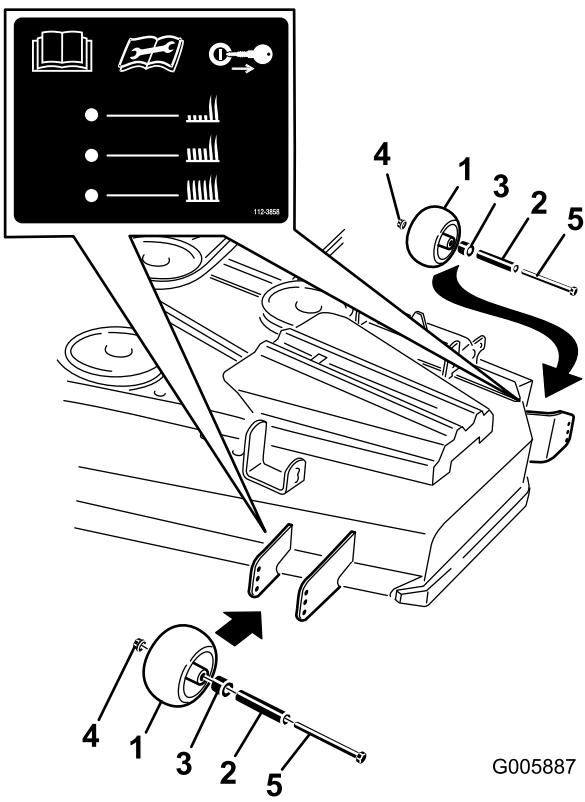
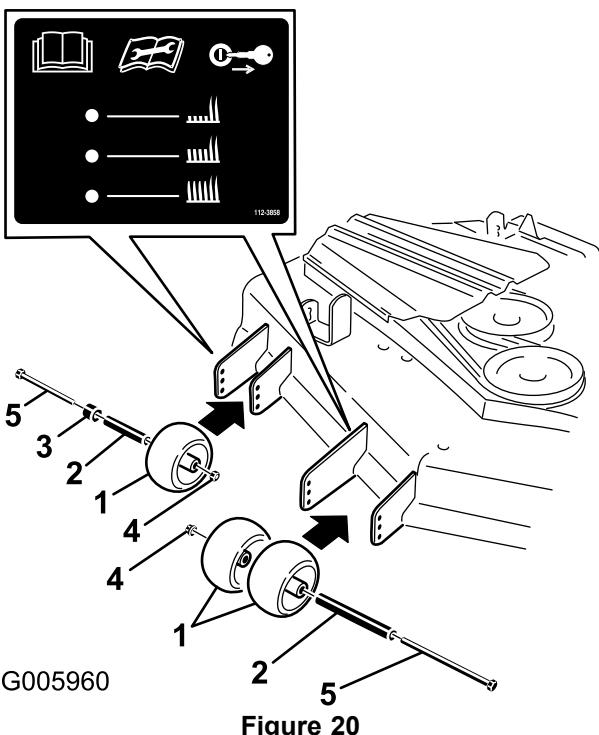

Figure 19
Figure 20
- Après avoir réglé la hauteur de coupe, réglez les galets en retirant l'écrou à embase, la bague, l'entretoise et le boulon (Figure 19 ou Figure 20).
- Remarque:** Les 2 galets centraux n'ont pas d'entretoise (Figure 19 ou Figure 20).
- Posez l'écrou à embase, la bague, l'entretoise et le boulon. Serrez à un couple de 54 à 61 N m (Figure 19 ou Figure 20).